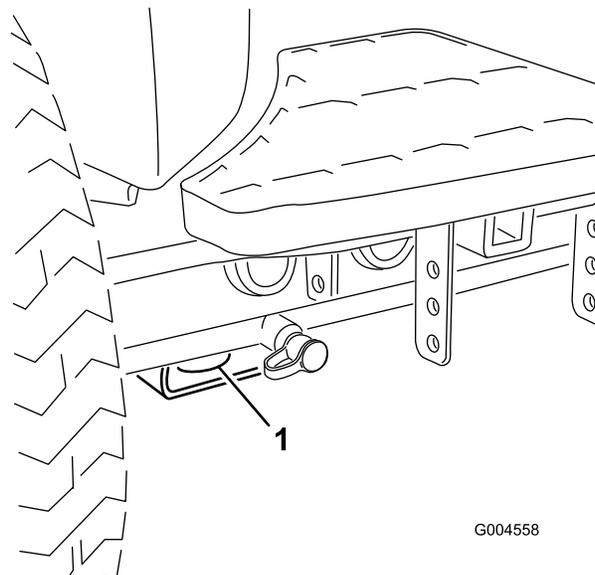

Figura 46
- Anteriore – foro nel supporto rettangolare, sotto il tubo dell'assale, all'interno delle ruote anteriori (Figura 46).